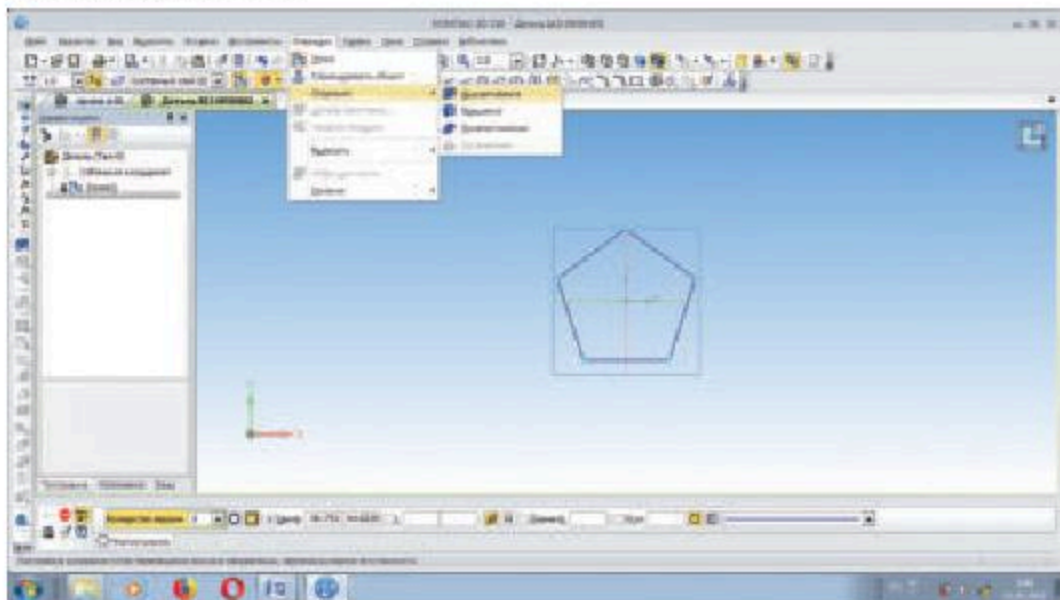
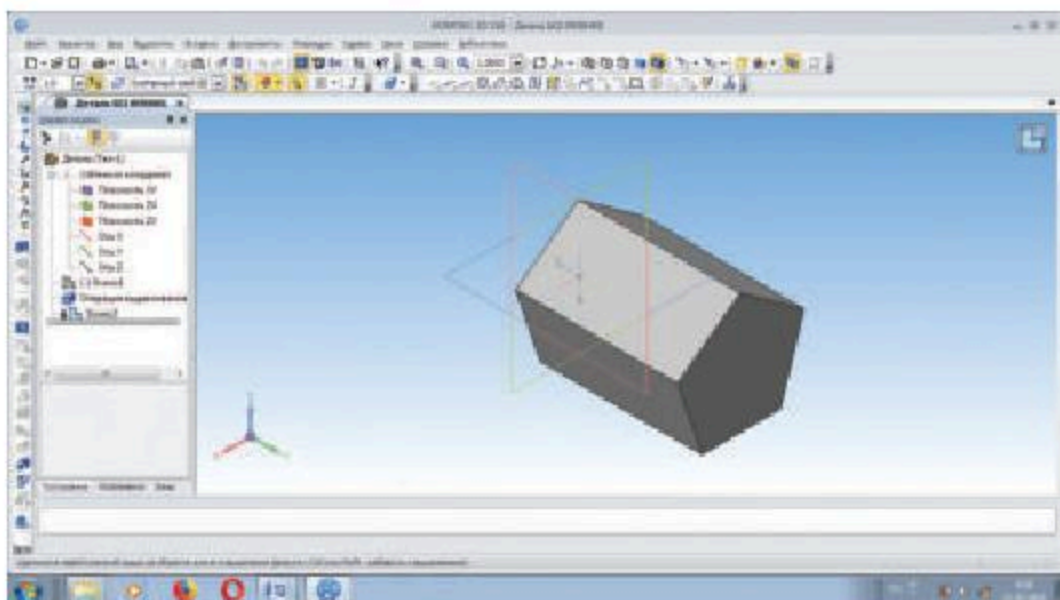

Рис. 17.5
Рис. 17.6
4. Теперь, если вызвать команду **операции** падающего меню **операции**, три вида операций будут активны. Вызвав из них команду **выдавливание** (рис. 17.5), введем в качестве параметра **расстояние** 60 вместо 10. Тогда получится изометрическая проекция призмы, описанной в задании (рис. 17.6).